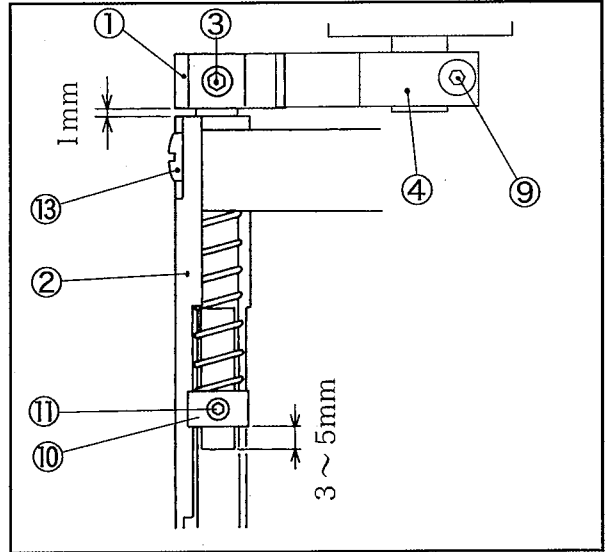

図8
- (1) 上メス⑦と下メス⑧のかみ合い圧力は上メス軸部の平当り面の端から上メスカラー⑩までの寸法を3~5mmになるように、止メネジ⑩を締める。(図8)
- (2) 従ギヤ①と上メス台②のすきまが1mmとなるように止メネジ③を上メス軸の平当り部で締める。(図8)
- 1) 止メネジ⑫2個と図8の止メネジ⑬を取り外す。
- 2) メス装置⑭を取り外す。
- 3) 下メス⑧の止メネジ⑮2個と⑯1個の計3個を取り外す。
- 4) 下メス⑧を交換する。